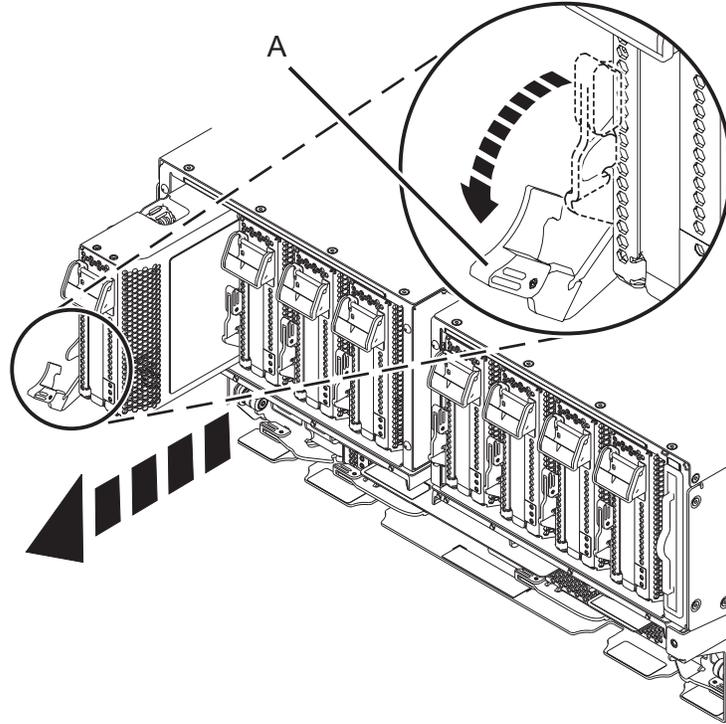

Figura 14. Remover uma cassete do adaptador PCIe do sistema
- b. Rode a pega da cassette terracota (**A**) na direcção apresentada na Figura 14 na página 15 e, em seguida, pressione para baixo a pega (**A**) para desengatar a cassette dos conectores da ranhura.